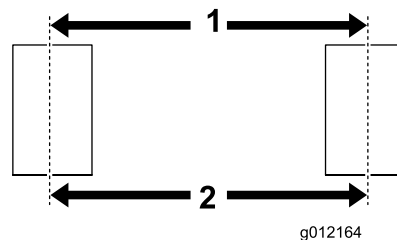

图3
**注意** 为防止轮胎过早磨损当车轮朝向正前方时应该有 03mm 前束。要检查前束需要绕着每个轮胎的中心划一条线。在轮胎的前面和背面测量轮毂高处中心到中心的距离 图3。调整车轴安装支架使轮胎前面的测量值较轮胎背面的测量值小 3mm 以内。